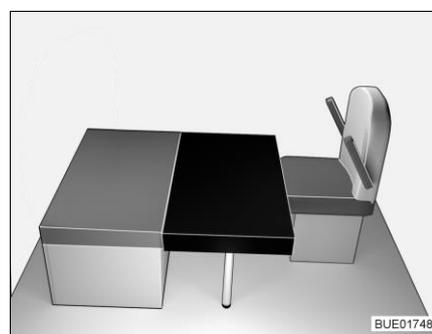

Fig. 151 Dopo la trasformazione
- Collocare il cuscino aggiuntivo rettangolare sul tavolo (davanti al cuscino dei sedili, vedi Fig. 151). La sezione nel cuscino aggiuntivo è appoggiata contro la parete di sostegno anteriore.